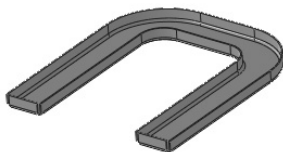

图 10-54 U 形槽
(7) 生成另一侧端面的边线法兰。单击“钣金”控制面板中的  (边线法兰) 按钮，或选择“插入”→“钣金”→“边线法兰”菜单命令，设置参数与上述相同，生成另一侧端面的边线法兰，结果如图 10-54 所示。